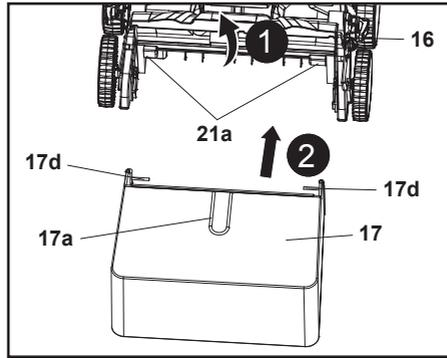

Fig. 6
4. Deschidere apărătoarea deflectoare (16) și ține-o în poziție (Fig. 6, pasul 1).
5. Ține colectorul de iarbă (17) de mânerul de transport (17a).
6. Aliniază cele două cârlige (17d) cu suporturile (21a) și prinde colectorul de iarbă (17) (Fig. 6, pasul 2) pe acestea.
7. După aceea, eliberează cu grijă apărătoarea deflectoare (16).